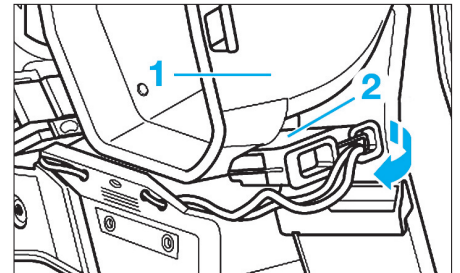

FIG. 38
- Débrancher le connecteur de la sonde de température (Fig.38).